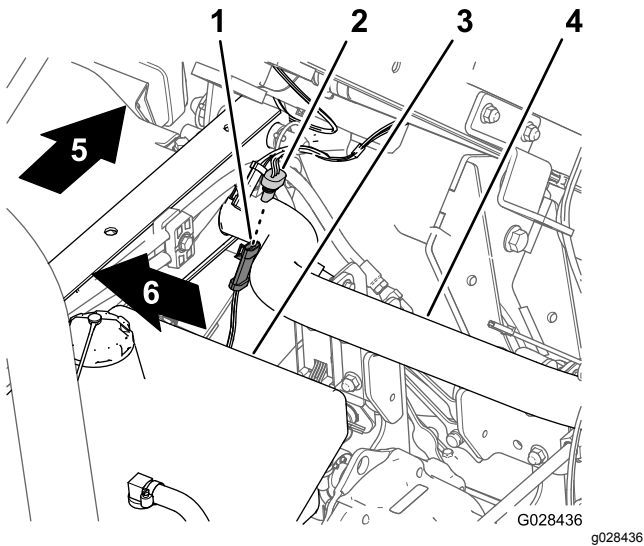

図 17
1. スプレーヤ用のワイヤハーネスの中から、速度センサー回路用の3口のコネクタを探し出す (図 17)。
2. 車両のトランスアクスルで、車両側の速度センサー用ワイヤハーネスの3ピンコネクタを、スプレー側のハーネスの3口コネクタに接続する 図 17。